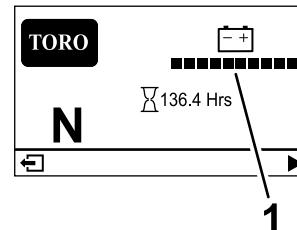

図 20
- **主画面図 20**: キーが ON 位置にある時に、マシンの現在の情報を表示します。